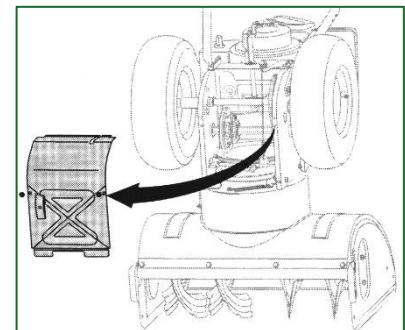

Abbildung 20
- Entfernen Sie die Riemenabdeckung an der Vorderseite des Motors, indem Sie die beiden selbstschneidenden Schrauben entfernen. Siehe Abbildung 20.